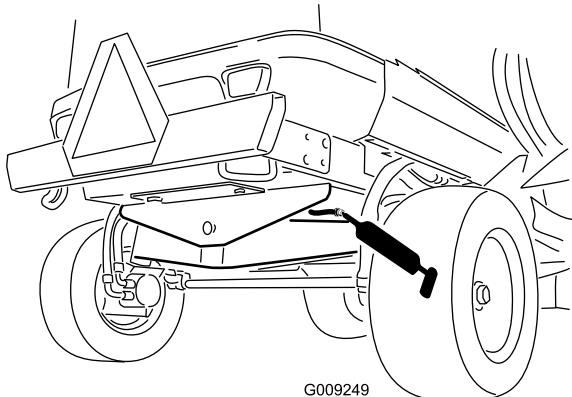

Figura 51
- Casquillo del pivote del eje trasero (1) (Figura 51)